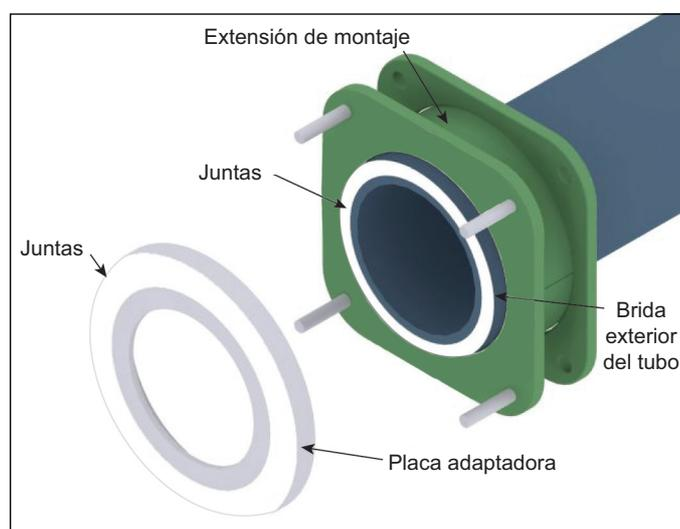

Figura 3.10
6. Sitúe la junta contra la placa adaptadora. Véase la figura 3.10.